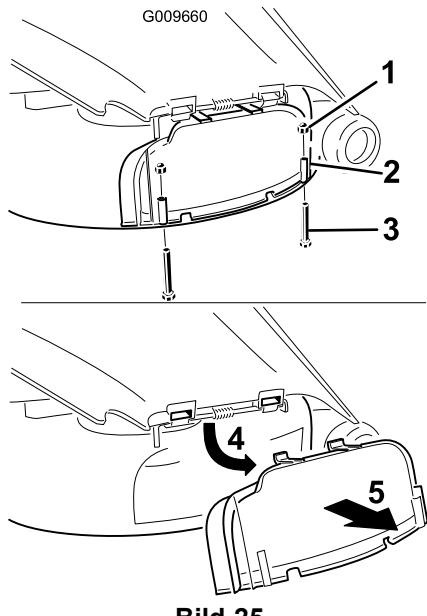

Bild 25
- Entfernen Sie die zwei Schrauben und Muttern, mit denen die Abdeckung des Auswurfkanales am Mähwerk befestigt ist (Bild 25).